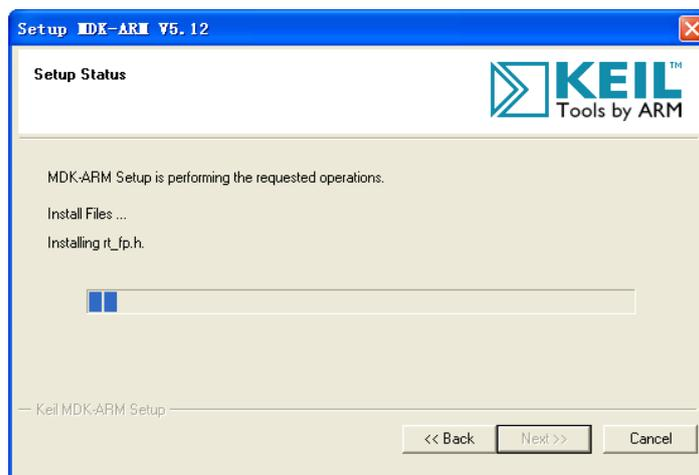

图 1.6 MDK-ARM 安装进行中
5. 接下来，MDK-ARM 便开始安装，如图 1.6 所示。